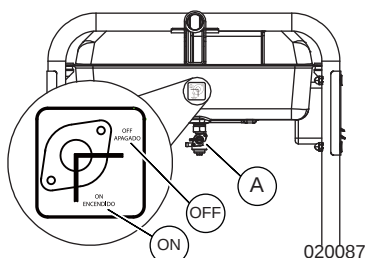

Figura 3-2. Válvula de cierre de combustible
3. Consulte Figura 3-2. Abra la válvula de cierre de combustible (A).
3. Consulte Figura 3-2. Abra la válvula de cierre de combustible.
3. Cierre la válvula de cierre de combustible. Consulte Figura 3-2 para gasolina y permita que la unidad funcione hasta que se consuma completamente el combustible en el carburador. Consulte Figura 3-5 para PL. Consulte la Figura 2-19 para gas natural. (Para el generador de 49 Estados) Cierre la válvula de combustible correspondiente y permita que la unidad funcione hasta que se